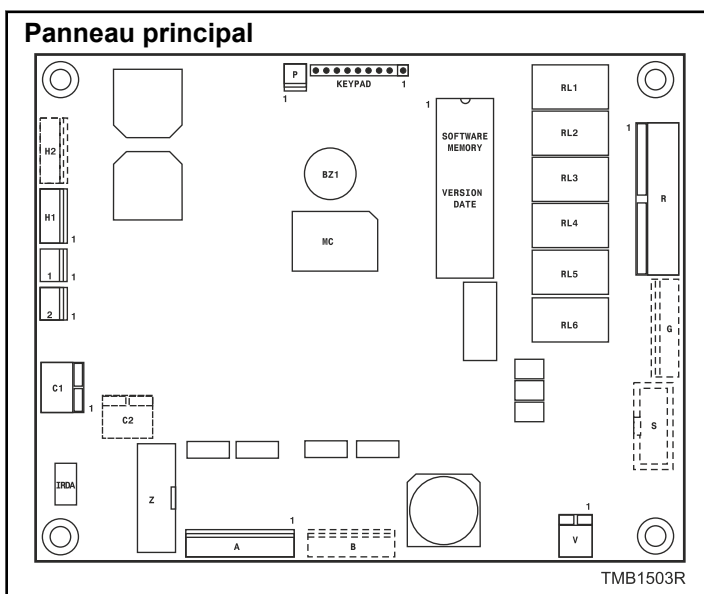

Figure 7
- Assurez-vous de positionner correctement la nouvelle puce. Reportez-vous à *Figure 7*